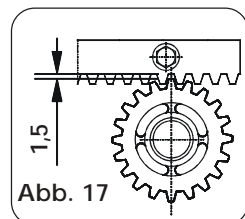

Abb. 17
- Nach Abschluß der Installation der Zahnstange sollte der Getriebemotor um ca. 1,5 mm (Abb. 17) abgesenkt werden, um ein korrektes Ineinandergreifen mit dem Ritzel zu gewährleisten.